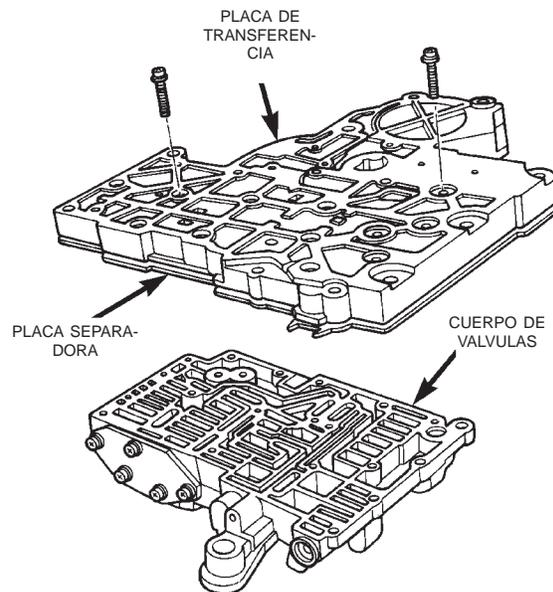

Fig. 48 Tornillos de la placa de transferencia del cuerpo de válvulas
(15) Invierta la posición del cuerpo de válvulas de modo que la placa de transferencia quede mirando hacia arriba (Fig. 48). Con el cuerpo de válvulas en esa posición, las bolas retén del cuerpo de válvulas
(16) Retire los tornillos que fijan la placa de transferencia al cuerpo de válvulas (Fig. 48).
(17) Retire la placa de transferencia y la placa separadora del cuerpo de válvulas (Fig. 48). Tome nota de la posición del filtro y el solenoide del embrague para referencia. Retire las bolas retén del cuerpo de válvulas.
(18) Emplace la placa de transferencia en el banco de modo que la placa separadora, el filtro y el solenoide de bloqueo queden mirando hacia arriba. De esta forma se evitará que las bolas retén del embrague trasero y el servo trasero caigan cuando se separen las placas.